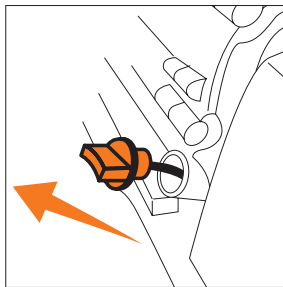

Рис. 15
- Отверните крышку маслоналивной горловины (Рис. 15) из картера двигателя, достаньте щуп.